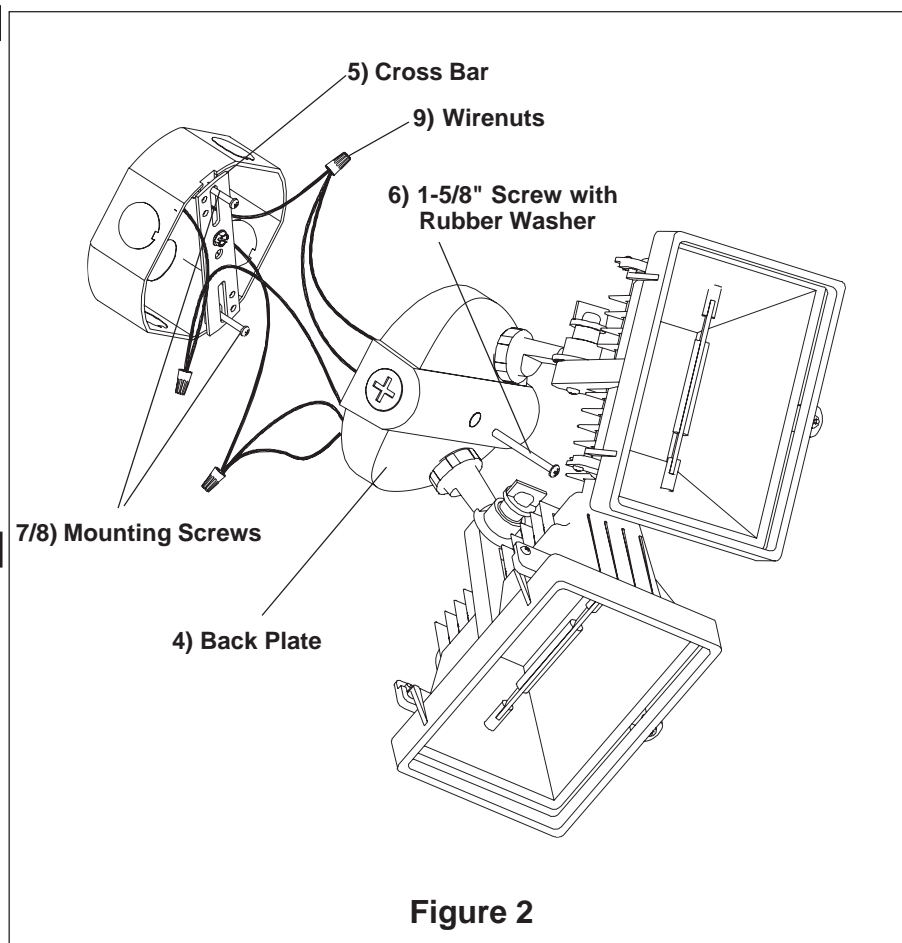

Figure 2
- Installer la traverse (5) à la boîte de jonction à l'aide des (2) vis de 1/2 po (cette dimension peut varier selon l'installation). **Voir la Fig. 2.**
- Employer des capuchons de connexion pour connecter les deux fils noirs de l'appareil au fil d'alimentation noir et les deux fils blancs au fil blanc (neutre) d'alimentation. Aligner la plaque arrière sur la boîte de jonction le bouchon de la dé e de jonction le bouchon de la dé bouchure face au sol et fixer la vis (6) à la traverse.
- Enlever la vis de 1-5/8 po et la rondelle de caoutchouc du centre de la traverse et les poser dans le trou central de la plaque de montage. Aligner la plaque arrière sur la boîte de jonction le bouchon de la débouchure face au sol et fixer la vis (6) à la traverse.
- Pivoter le boîtier de l'appareil à l'horizontale afin d'éclairer l'endroit choisi. *Note: Orienter les têtes de l'appareil à au moins 20 degré sous l'horizontale afin d'éviter l'accumulation de l'eau de pluie sur la lentille. Voir la Fig. 2.*
5. **Install Cross Bar (5)** to junction box using (2) 1/2" Screws (choose size depending on your requirements). **See Fig. 2.**
5. **Instale la Barra Transversal (5)** caja de ensambladura utilizando (2) tornillos de 1/2" (escoja el tamaño dependiendo de sus requisitos). **Vea Fig. 2.**